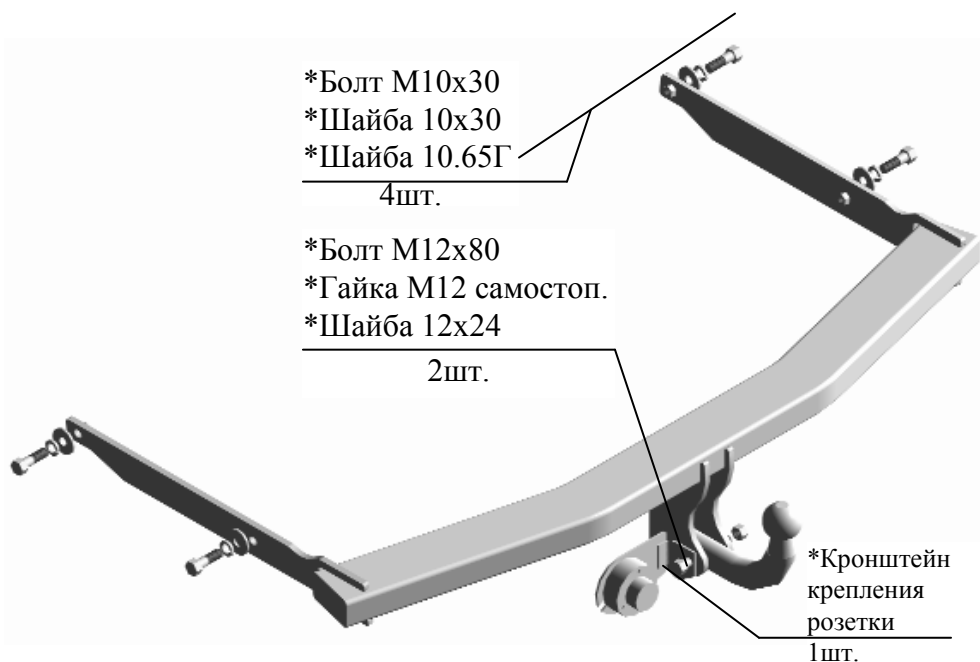

Рис.1 Тягово-сцепное устройство ТСУ 6011
2.1 ТСУ 6011 в сборе (рис.1)	1 шт.
2.2 Пакет с комплектующими (см. рис.1) Защитный колпак	1 шт.